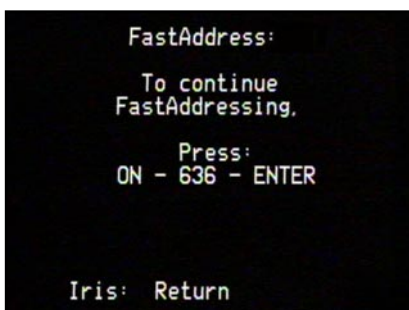

Figura 3 : Fast Address (direccionamiento rápido), continuación
3. Pulse "ON-26-ENTER." Verá la pantalla mostrada en la FIGURA 3. Al llegar a este punto, cualquier cámara cuyo ID no empiece con 26 saldrá del modo de *FastAddress*.